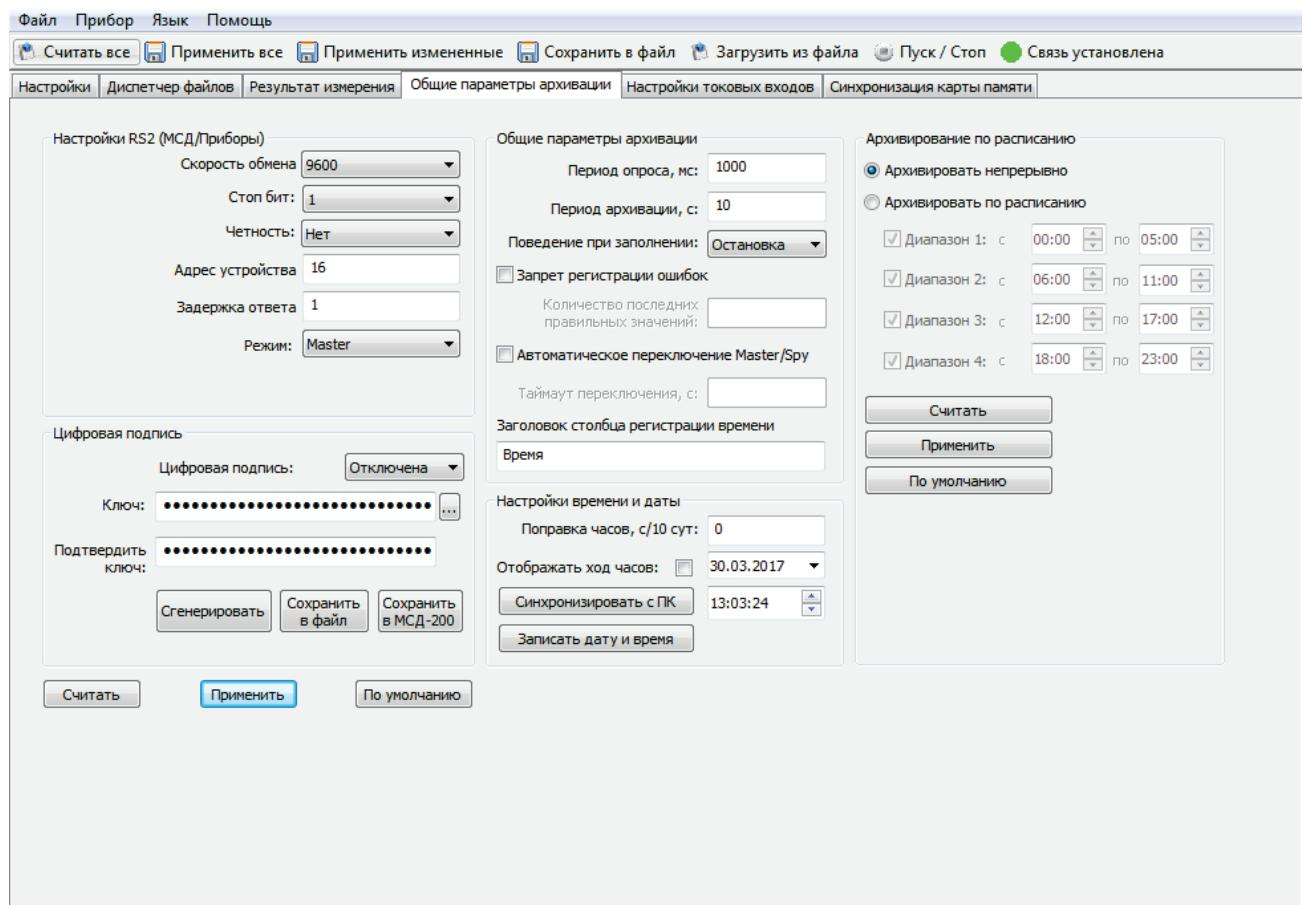

Рисунок 7.5
7.3.1 Параметры конфигурирования находятся во вкладке «Общие параметры архивации», см. рисунок 7.5.